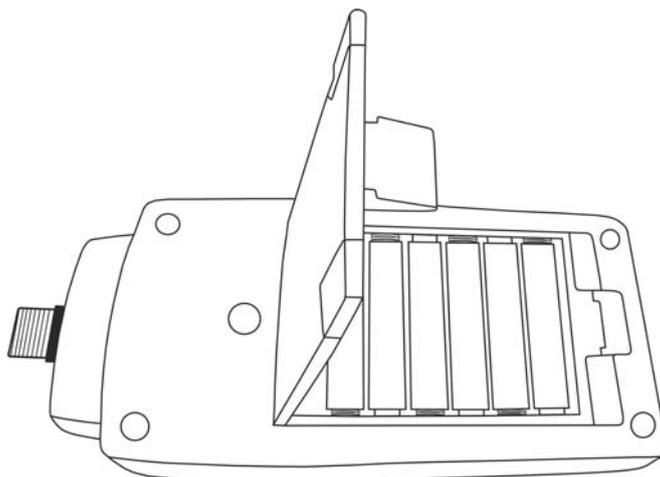

Fig. 16: Remplacement des piles internes
2. Soulever le pupitre, appuyer sur la languette du couvercle du compartiment à piles pour l'ouvrir (voir Fig. 16)